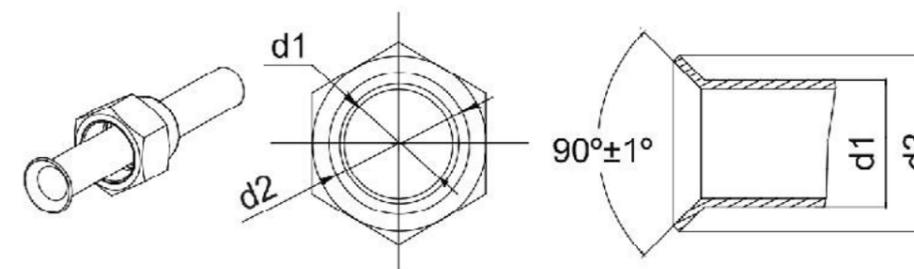

Figura 13
- (1) Corte la tubería de conexión con el cortador de tuberías y quite las rebabas.
- (2) Mantenga la tubería hacia abajo para evitar que las virutas entren a la tubería.
- (3) Retire las tuercas cónicas de la válvula de cierre de la unidad de exterior y dentro de la bolsa de accesorios de la unidad de interior, luego insértelas en la tubería de conexión, después de eso, abocine la tubería de conexión con una herramienta de ensanchamiento.
- (4) Compruebe que la parte ensanchada esté distribuida uniformemente y que no tenga grietas (ver Figura 13).